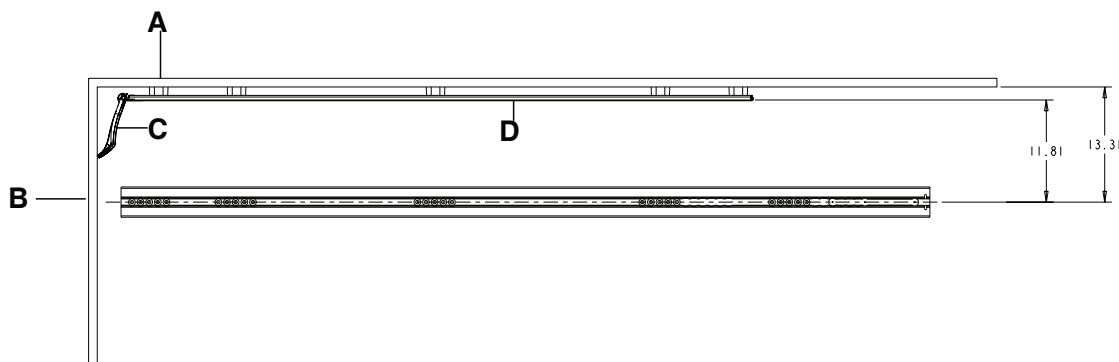
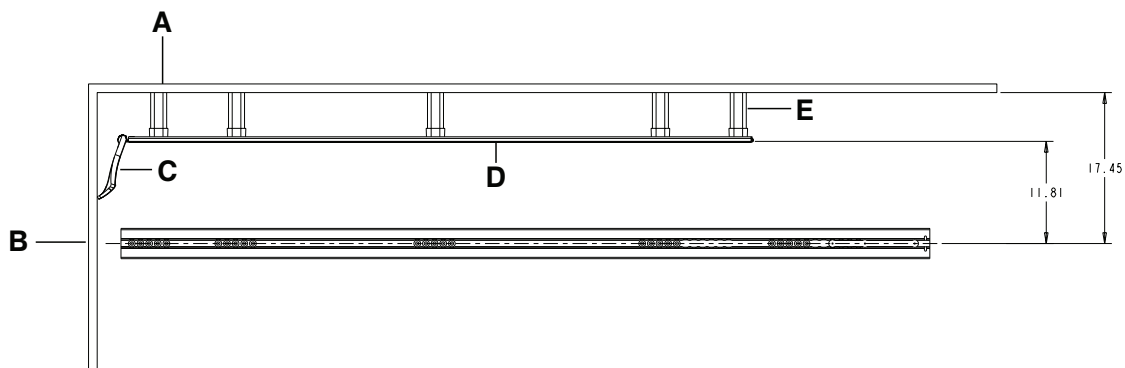

Figura 1 – Installazione della guida per ruote senza distanziatori
Figura 2 – Installazione della guida per ruote con distanziatori
1. Usando il metro a nastro, misurare dalla linea centrale della piastra a pavimento alla parete (cabina) sul lato conducente della cabina paziente del veicolo (Figura 1 o Figura 2).
12. Usando una chiave a bussola da 7/16 pollice con una chiave a cricchetto da 3/8 pollice e una chiave combinata da 7/16 pollice, installare le viti (selezionate al punto 11) per fissare il binario di guida per ruote al supporto di guida delle ruote attraverso il distanziatore (6390-001-173) (D), se richiesto, successivamente alla parete della cabina paziente del veicolo, si veda Figura 1o Figura 2.
13. Usando un giravite Torx T25, installare le due viti con testa bombata (0023-296-000) (B) per fissare il terminale della guida per ruote (6390-001-178) (H) al lato testa del binario di guida per ruote.
14. Far scorrere il paraurti del binario di guida delle ruote (6390-001-175) (F) sul binario di guida delle ruote dal lato piedi della cabina paziente del veicolo fino al lato testa.
15. Usando una chiave a brugola da 5/32 pollice, installare le due viti con testa piatta (0001-195-000) (A) attraverso il cardine del gruppo di guida delle ruote (6390-001-017) (C) e il binario di guida delle ruote al dado di guida per ruote (6390-001-191) (J).
16. Installare i due dadi di bloccaggio (0016-060-000) (M) e quattro cerchi per ruote (6390-001-206) (L) al lato destro del paziente della barella che devono essere usati con il gruppo di guida per ruote. Vedere la *Installazione dei cerchi per le ruote della barella* (pagina 3).